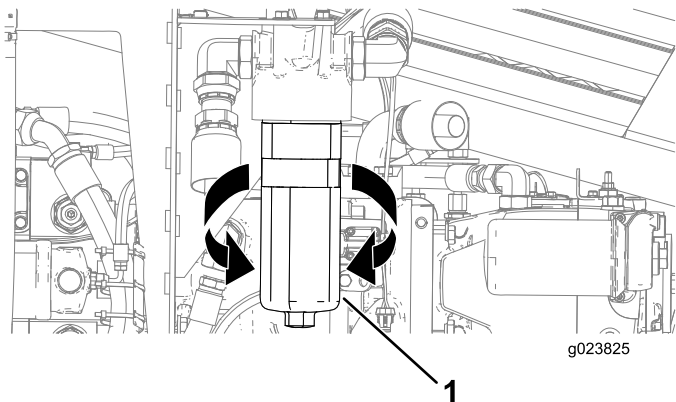

Figure 122
3. Placez un bac de vidange ou plusieurs chiffons sous le filtre de charge (Figure 122).
4. Tournez le filtre haute pression hydraulique dans le sens antihoraire et déposez le filtre (Figure 122).
6. Placez le filtre haute pression hydraulique devant son siège et tournez-le dans le sens horaire jusqu'à 61 N·m (45 pi-lb), comme montré à la Figure 122.